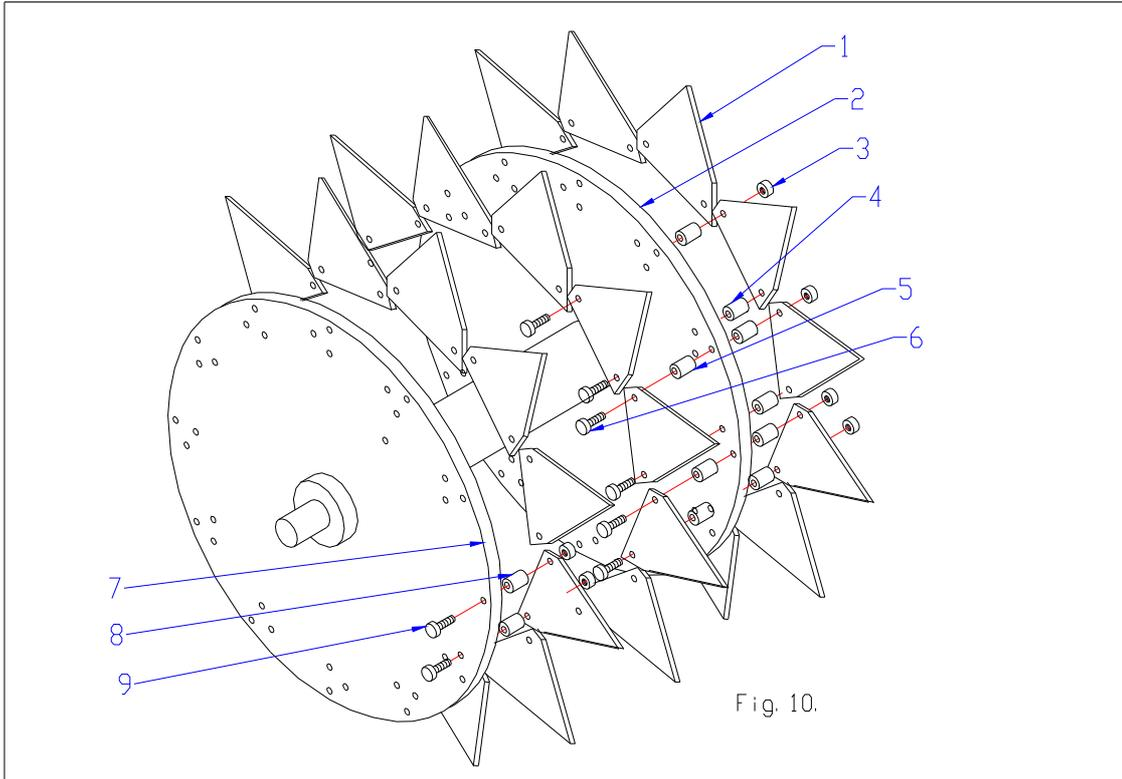

Fig. 10.
12.2 KIT DE CUCHILLAS DE CORTE FINO (Vea Fig.10).
Las cuchillas de corte fino se montan en el mismo rotor. Se usan casquillos separadores para descentrar las cuchillas de los discos, vea la Fig.10. Cada disco puede recibir hasta 12 cuchillas de corte fino por lado. Es importante saber que no se pueden montar cuchillas de corte fino en ambos discos exteriores en el lado exterior. El kit de cuchillas de corte fino n° 213.120.008 contiene: 192 cuchillas de corte fino (1), 384 casquillos separadores (4,5 y 8), 168 tornillos largos (6), 48 tornillos cortos (9) y 216 tuercas (3).
Deberán montarse tal como lo muestra el dibujo de la Fig.10. Según se indica anteriormente, son posibles más opciones. Por ejemplo, la utilización de 6 cuchillas de corte fino en doble fila, o 12 en una sola fila por disco (no son necesarios casquillos separadores).